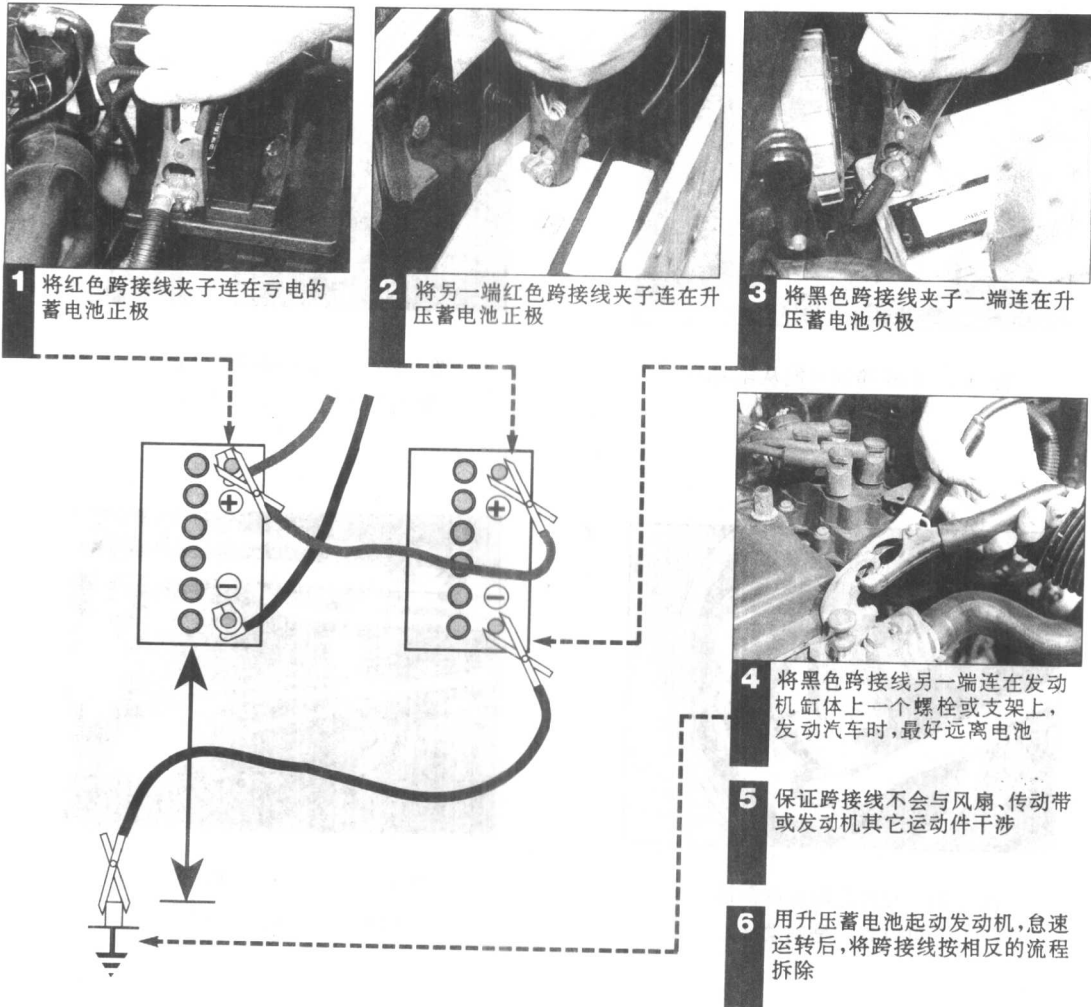

图 0-6 跨接起动流程图
- (1) 在连接蓄电池前，应确保点火开关关闭。
- (2) 确保所有的电气设备（灯光，加热器，刮水器等）的开关关闭。
- (3) 确保蓄电池和车上没电的蓄电池电压相同。
- (4) 如果是和另一辆汽车上的蓄电池跨接，不要让两辆车接触。
- (5) 保证变速器在空档（自动变速器在驻车档）跨接起动流程图见图 0-6。